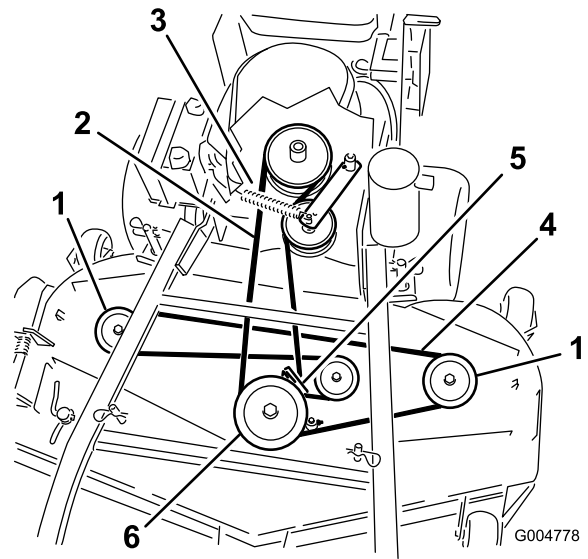
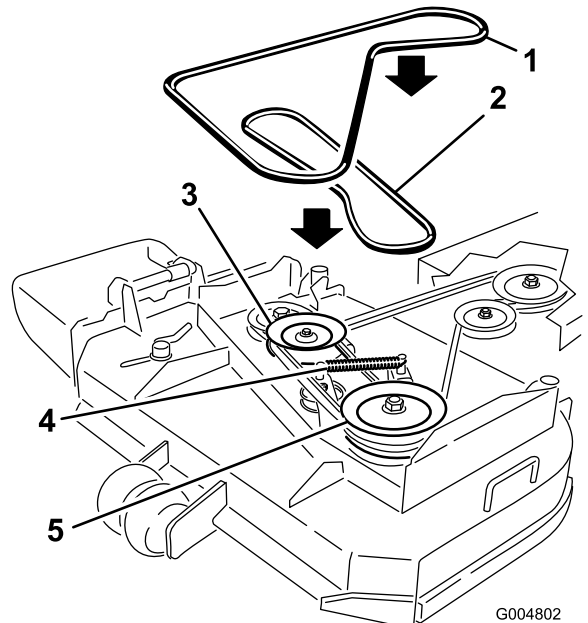

Figura 43
Figura 44
6. Desconecte el muelle del brazo de la polea tensora para aliviar la tensión de dicho brazo y de la polea tensora; retire la correa del cortacésped desgastada (Figura 43 o Figura 44).
7. Instale la nueva correa del cortacésped alrededor de las dos poleas exteriores de los ejes, la polea tensora y en la ranura inferior de la polea doble de los ejes (Figura 43 o Figura 44).
8. Conecte el muelle del brazo de la polea tensora (Figura 43 o Figura 44).
10. Ajuste la guía a 3 mm (1/8 pulg.) de la correa (Figura 43 o Figura 44).